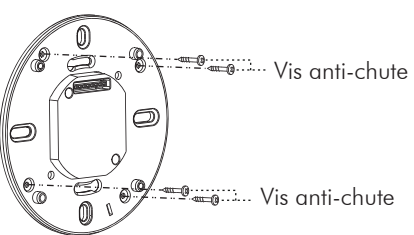

FIG. 15
- 3.4.3.4 Insérez les 4 vis anti-chute dans les trous à vis correspondants présents sur la plaque de fixation du détecteur, et ces 4 vis ne tomberont pas afin de fournir de l'aisance lors des prochaines installations (Voir FIG.15).